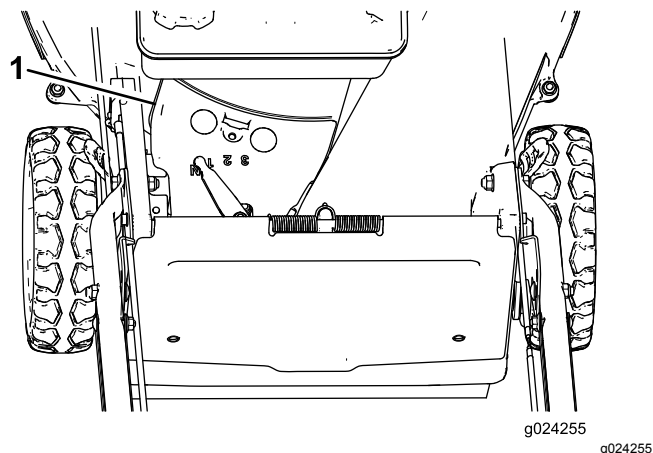

Figura 29
3. Staccate il copricinghia (Figura 29) dalla scocca del tosaerba.